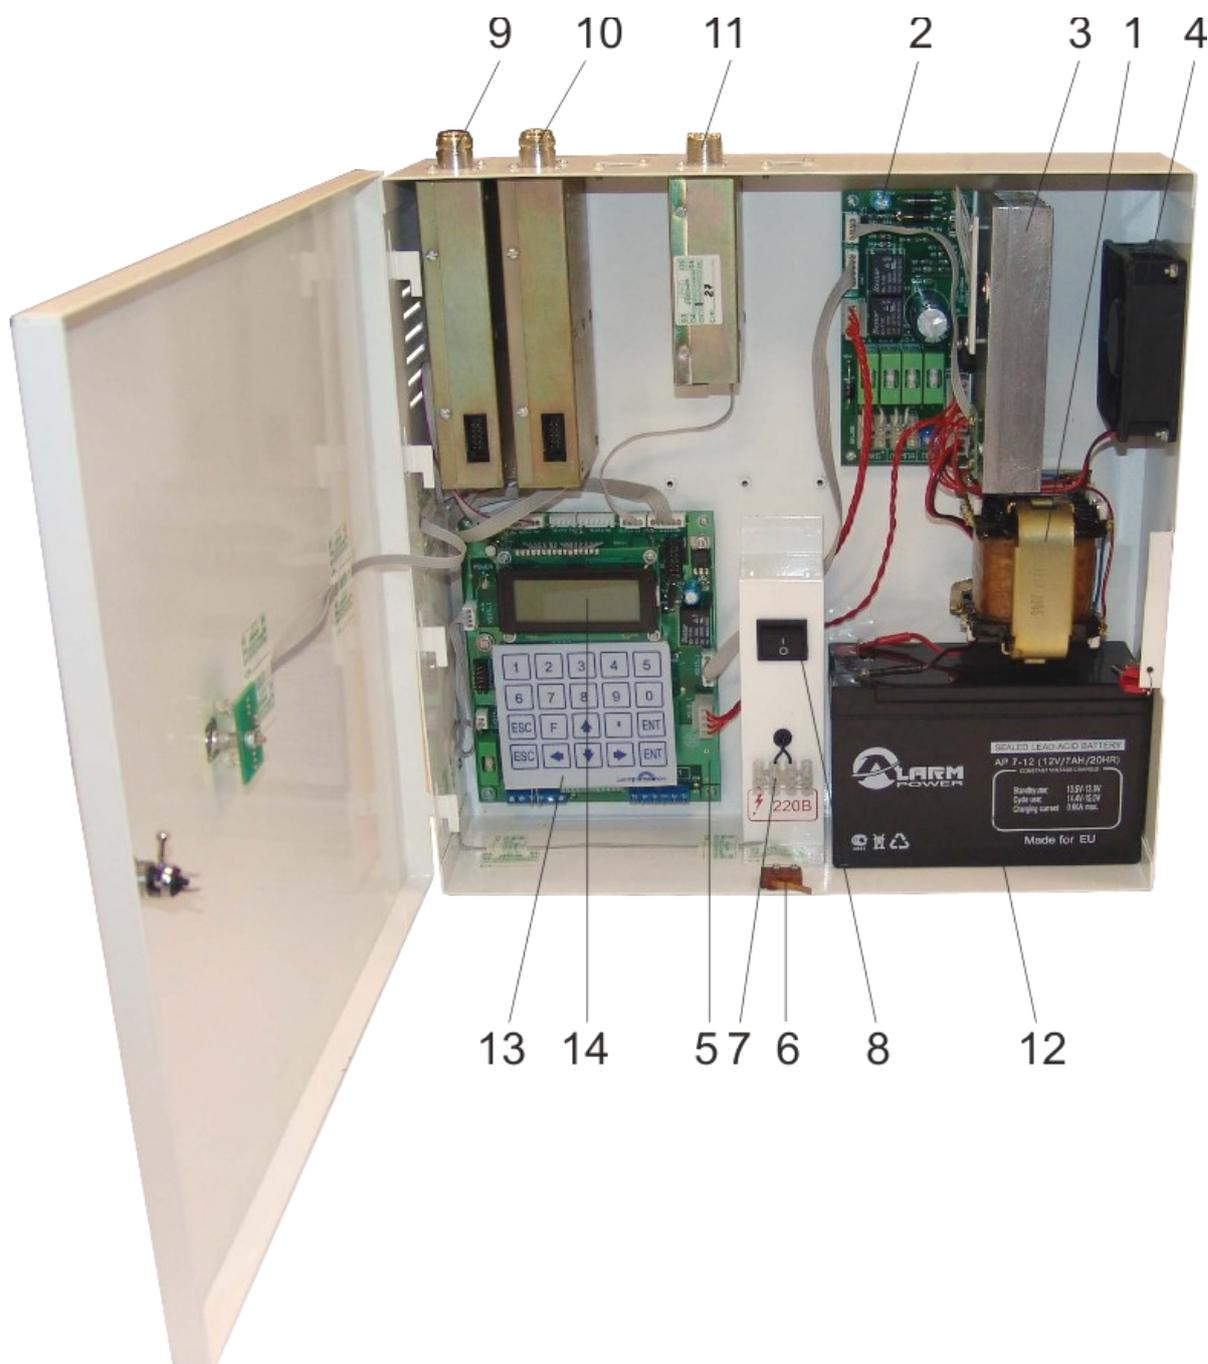

Рисунок 2
1.4.1.3 В корпусе (рисунок 2) установлены: трансформатор питания (1), печатный узел (2) источника питания +12В, теплоотвод (3) для микросхемы питания, вентилятор (4) для охлаждения теплоотвода, печатный узел (5) контроллера, тампер (6), клеммы (7) для подключения сетевого кабеля, тумблер «Сеть» (8).
Над печатным узлом контроллера закреплены на стойках клавиатура пленочного типа (13) и жидкокристаллический индикатор (14) (рисунок 2).